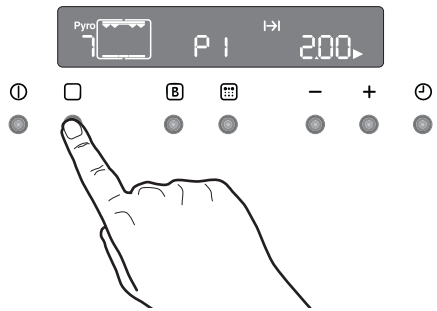

Abb. 18
1. Schalten Sie mit der Taste  den Backofen ein. Drücken Sie die Taste  solange, bis das Symbol der Funktion **Pyro**  (Stufe 1 - P 1) auf dem Display eingeblendet wird (Abb. 18).